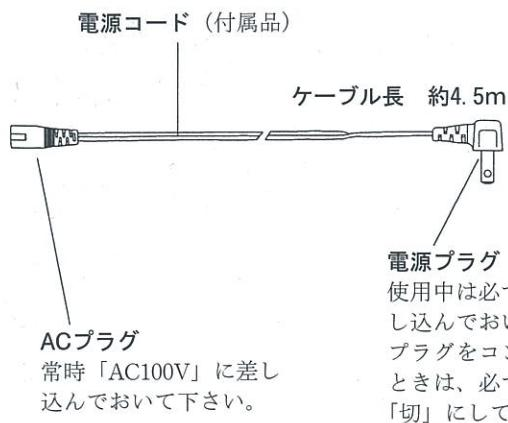

図1-3 左側面
2. 外部アンテナによる受信の場合は、ロッドアンテナを縮めたまま図1-3に示す「外部アンテナ」のコネクタに外部アンテナからのアンテナプラグを接続します。ロッドアンテナによる受信の場合は、ロッドアンテナを一杯に伸ばします。